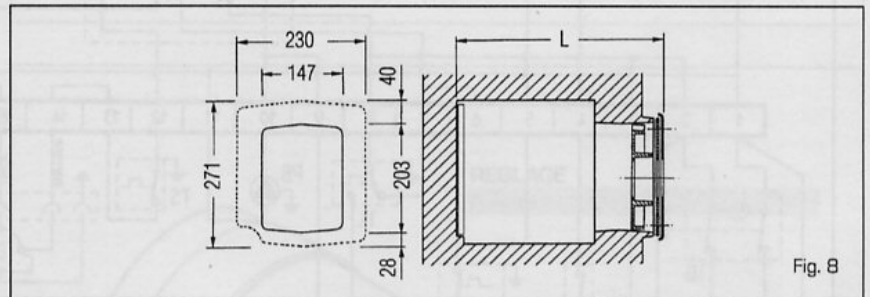

Fig. 8
3.1 DIMENSIONS DE LA CHAMBRE DE COMBUSTION (fig. 8)
La chambre de combustion est à passage direct; elle est conforme à la norme EN 303-3 annexe E. Les dimensions sont indiquées fig. 8. Un panneau de protection spécial est appliqué sur la paroi interne de la tête arrière de tous les modèles.